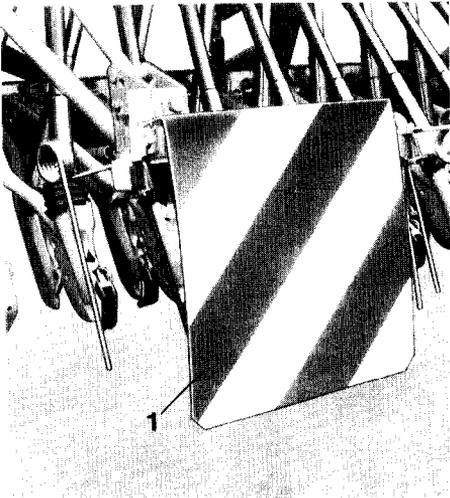

Fig. 33
- *Striegel mit Pendelausgleich und Einzel-Saatstriegel sowie Einzel-Exaktstriegel sind mit zwei rot-weiß gestreiften Warntafeln (Fig. 33/1) rechts und links außen kenntlich zu machen.*